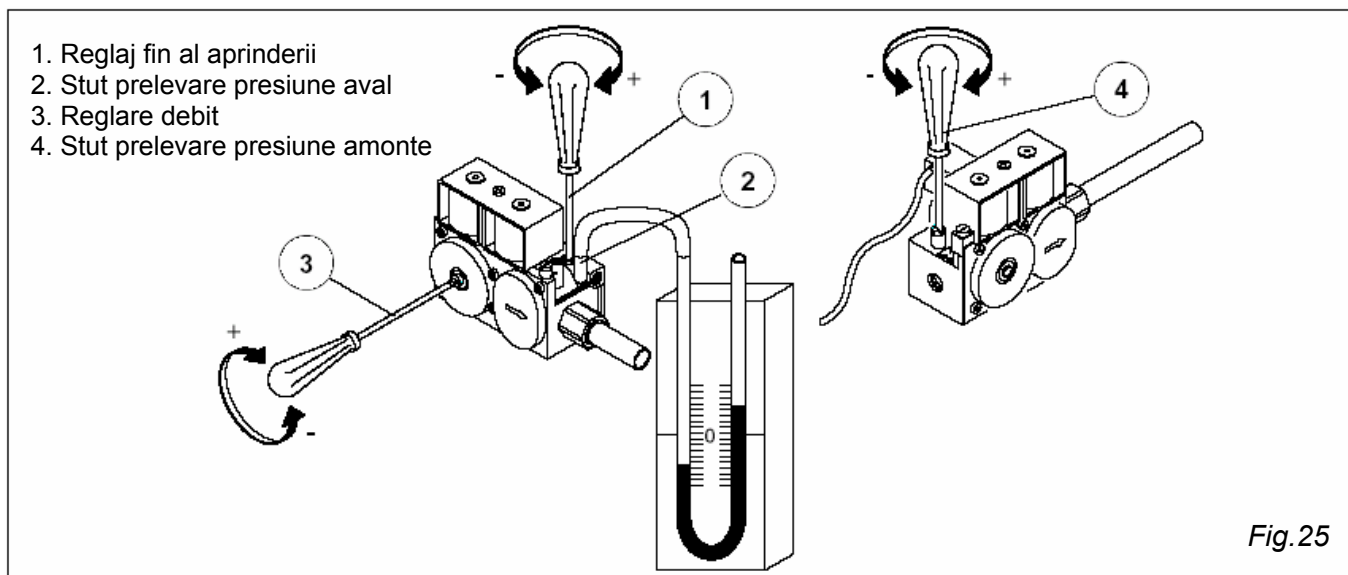

Fig.25
- Se regleaza presiunea la arzator rotind surubul (3 fig.25)
- Se verifica daca presiunea la arzator (fig. 25 punctul 2) corespunde cu valorile din table
Pentru verificarea presiunii la intrarea in arzator (gaz metan) se utilizeaza stutul de prelevare a presiunii (4-fig.25) la iesirea din valva dupa ce s-a indepartat surubul de inchidere; Daca valorile de presiune la arzator nu corespund cu cele indicate este necesara realizarea unei reglari (cu arzatorul in functiune) actionand asupra surubului de reglare a presiunii (3-fig.25) pana la obtinerea valorilor nominale.
Pentru GPL (butan-propan) regulatorul de presiune trebuie sa fie exclus. Pentru a realiza aceasta este suficienta insurubarea completa a regulatorului de presiune (3-fig.25). Verificare presiunii de alimentare se poate face utilizand stutul de prelevare a presiunii (4-fig.25) la intrare (cu arzatorul in functiune);
- 7) Se exclude regulatorul de presiune al valvei de gaz insuruband pana la capat in sens orar (+) surubul (3) (fig.25).